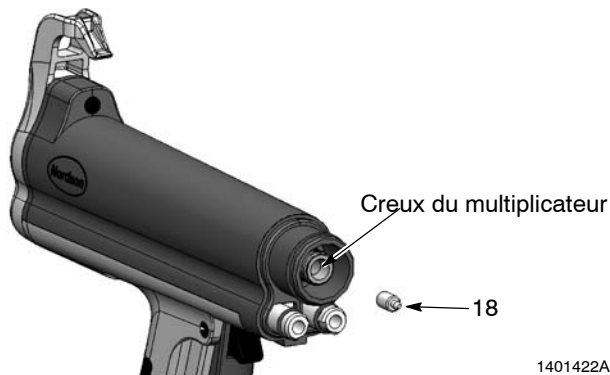

Fig. 17 Dépose de l'entretoise de contact
5. Voir la figure 17. Retirer l'entretoise de contact (18) du creux du multiplicateur. Essuyer la graisse diélectrique qui se trouve sur l'entretoise de contact.
4. Voir la figure 17. Insérer l'entretoise de contact dans le creux du multiplicateur. Remplir le creux du multiplicateur avec de la graisse diélectrique.